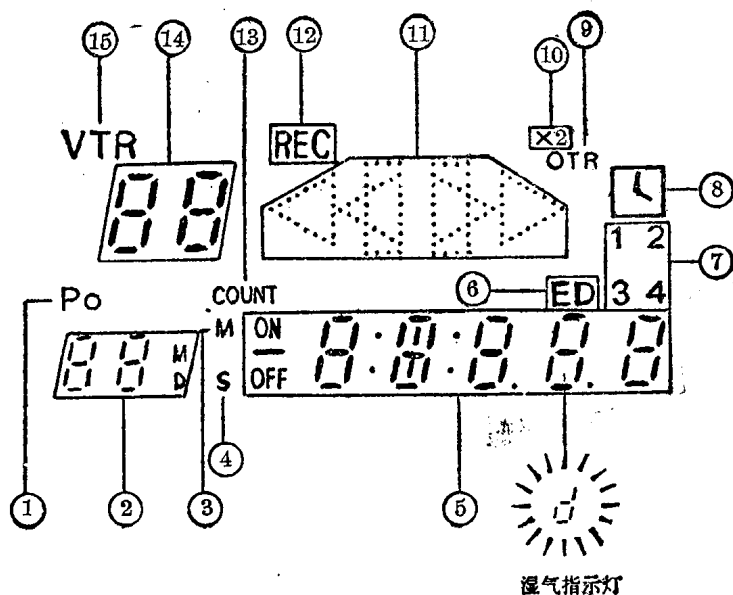

图 1-1-5 VTR方式显示
② 准备 打开录像机供电开关 VTR, 指示灯亮, 然后将前面板上的第 ② 号按钮按下, 它的作用是选定后面板上的射频 RF 输出的节目内容来源于 VTR 录像机的内部。可以是线路输入经过内部射频调制在 CH-3 或 CH-4 的, 也可以是录像机内的高频头和中频, 检波通道把天线接收到的某广播电视频道的信号解调为彩色复合视频信号, 再调制到录像机输出的频道上。所以在收录监看时一定要选在 VTR 位置。选定后可以在多功能显示屏上看到 VTR 字样, 如图 1-1-5 所示的 ⑮ 号位置, 录像机录像模式指示灯亮, 同时还听到“嘟”的一声。关于屏上的其他显示可以暂且不管。然后确认定时功能第 ⑥ 号按钮, 处于“OFF”位置, 这样才可插入带有防误抹片的录像带, 直至进入带舱。如果选用的录像机是非 NV-G30 系列, 那么, 在决定收录电视广播节目时还须把录像机输入选择从线路状态转到调谐状态。一般在前面板小盒内有一个摄像机/调谐器(CAMERA/TUNER)选择开关, 选在“摄像机”位置, 表示从线路可输入视频、音频信号, 而“调谐器”位置则转为接受录像机的 RF 射频输入通道有效, 而摄像机的线路输入无效。但是, 在 NV-G30 系列的录像机中, 没有这个选择开关, 那么在转为接受射频输入时就采用下面介绍的一种特定选用方法。